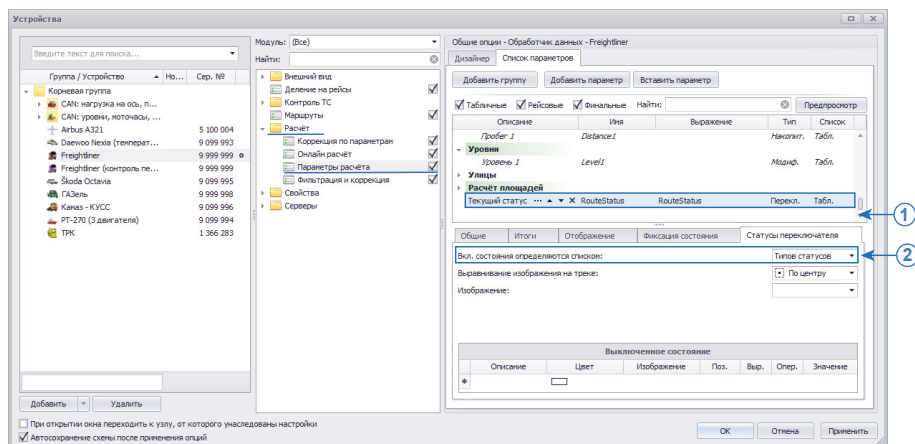

Рис.187. Настройка параметра для индикации статусов.
- Перейти в меню «Устройства» в раздел **Расчет – Параметры для расчета (Рис.187)**.
- Если параметр **RouteStatus** не добавлен в список, то нужно добавить этот параметр и настроить его как переключатель (**Рис.187, п.1**).
- На вкладке «Статусы переключателя» в строке «Вкл. состояния определяются списком» выбрать настройку «Типов статусов» (**Рис.187, п.2**). При такой настройке включенные состояния параметра **RouteStatus** будут автоматически определяться по списку статусов, включая описание и изображение состояний.